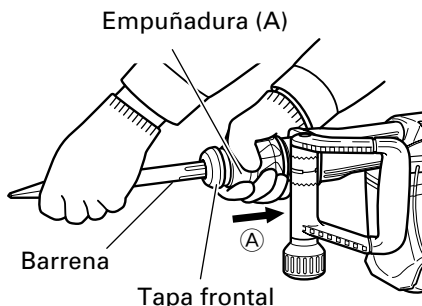
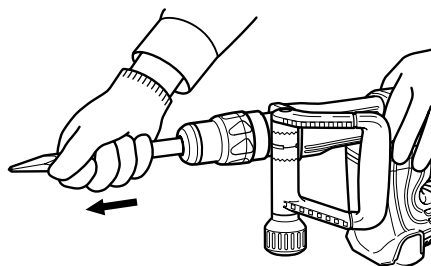
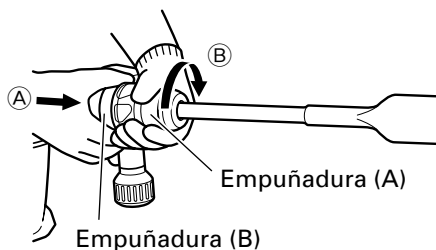

Fig. 2
Fig. 3
Fig. 4
- (1) Limpie la parte del vástago de la herramienta.
- (2) Tal como se muestra en la Fig. 2, tire de la empuñadura (A) en la dirección de (A), e inserte la herramienta en el orificio de la tapa frontal.
- (3) Ajuste la posición de la ranura girando la herramienta, y después inserte más hasta que ésta toque el extremo del orificio.
- (4) Devuelva la empuñadura (A) a su posición original, tire de la herramienta para asegurarse de que haya quedado completamente bloqueada. (Fig. 3)
- (1) Como se muestra en la Fig. 4, si la empuñadura (A) se gira en el sentido de (B) cuando la empuñadura (B) esté girada 60 grados en el sentido de (A), el ángulo de la cuchilla podrá cambiarse libremente hasta la posición deseada.
- (2) Suelte la empuñadura (B), gire la herramienta, y cerciéndose de que haya quedado completamente bloqueada.
Tal como se muestra en la Fig. 2, tire de la empuñadura (A) y extraiga la herramienta.